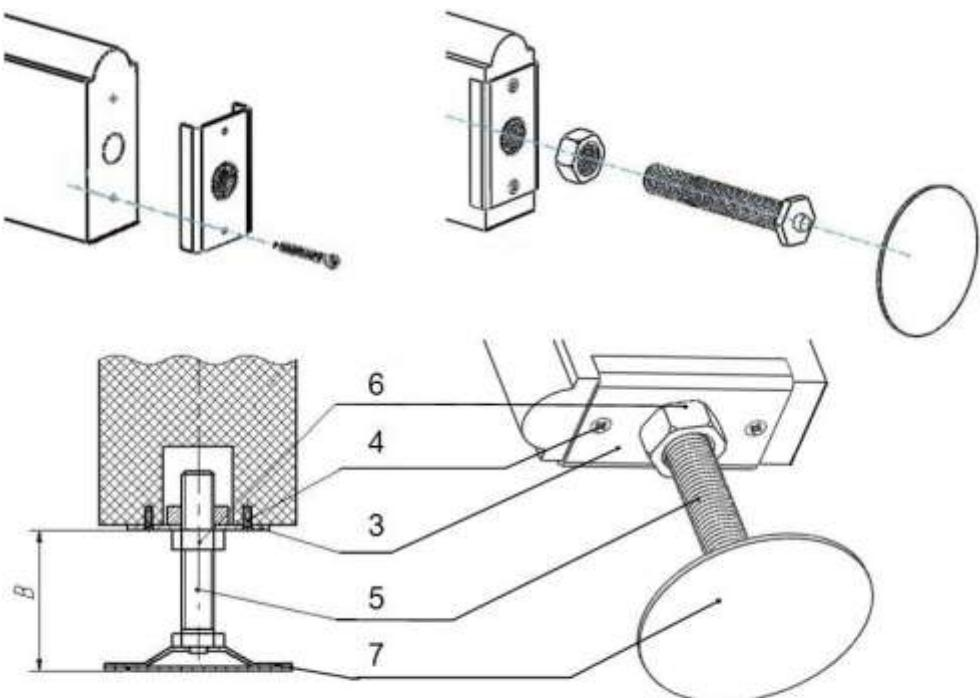

рисунок 2
4.9. Проверить **размер В** (рисунок 2). **ВНИМАНИЕ! Не допускается эксплуатация Комплекса, если размер В более 70 мм**
2) правильность установки винтовых домкратов и размер «В», который должен быть не более 70 мм (рисунок 2).